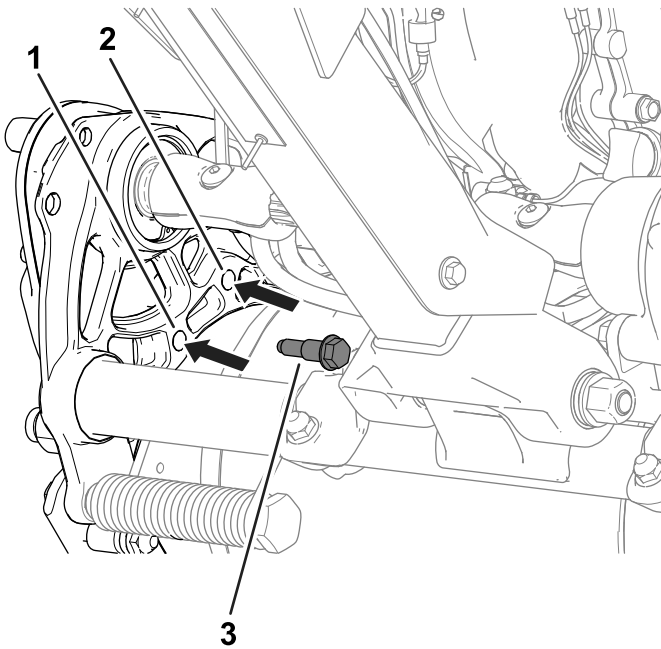

Bild 19
2. Entfernen Sie die Ansatzschrauben (Bild 19) auf jeder Seite der Maschine, die das Trommelantriebsgehäuse am Chassis befestigen.
4. Befestigen Sie das Antriebsgehäuse mit den zuvor entfernten Ansatzschrauben am Chassis (Bild 19).